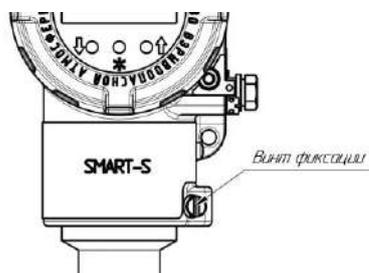

Рисунок 2 – Винт фиксации
1.4.5 Для лучшего обзора индикатора или для удобного доступа к двум отделениям электронного преобразователя (модулю подключения и модулю индикации) корпус электронного блока преобразователя может быть повернут на угол примерно ± 200 градусов (вправо или влево). Для этого необходимо с помощью шлицевой отвертки SL6 ослабить винт фиксации корпуса (см.рис.2). После поворота корпуса электронного блока преобразователя в удобное положение винт фиксации необходимо затянуть.